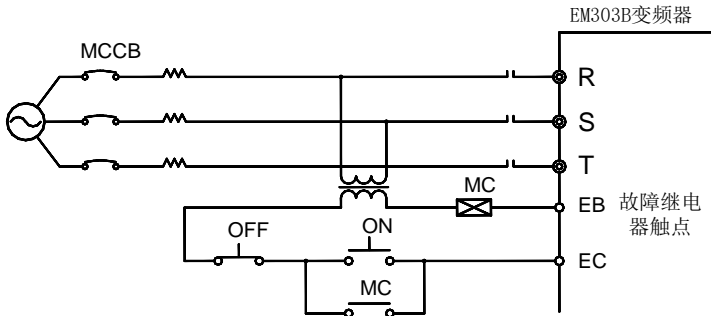

图 3-5 接入输入断路器
- MCCB 与多台变频器或其他设备共用时，请按图 3-5 所示，将变频器故障输出继电器触点串入电源接触器线圈，故障信号可断开电源。
按图 3-5 所示接入与变频器功率匹配的电磁接触器。